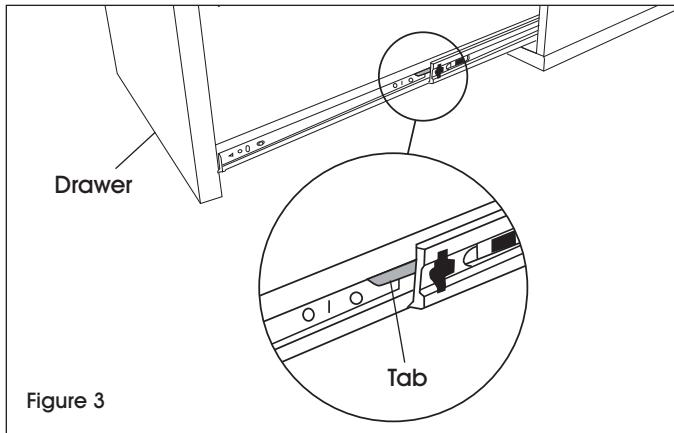

Figure 3
1. To free drawer from housing, fully extend the drawer from the housing. Flip one plastic tab on the sliding rails up and the second plastic tab on the sliding rails down. Drawer is now unlocked from housing and can be removed. (See Figure 3)
- Pour libérer le tiroir du compartiment, sortez le tiroir complètement. Tournez une des languettes en plastique situées sur les glissières vers le haut et la deuxième vers le bas. Le tiroir est alors dégagé et peut être retiré du compartiment. (Voir Figure 3)